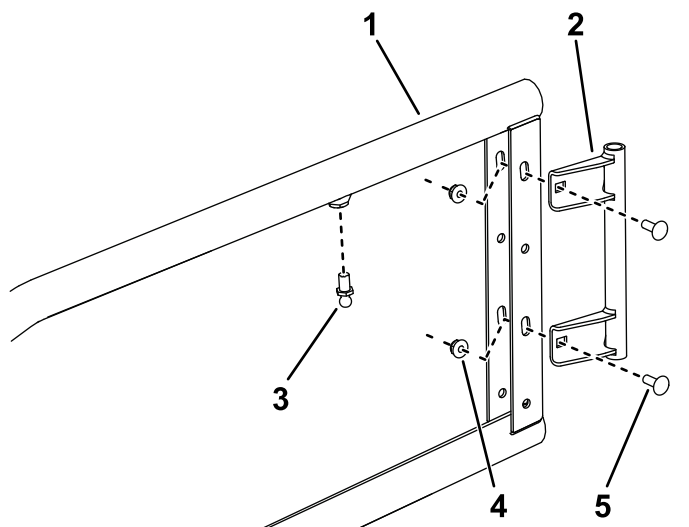

図 3
1. 図3のように、キャリッジボルト 2 本とロックナットを使用して、ドアピボットをドアフレームのスロットに仮止めする。
2. 図3のようにドアフレームにスタッドを取り付け、 $10\ 12\ \text{N}\cdot\text{m}$   $1.04\text{-}1.27\ \text{kg}\cdot\text{m}$   $= 90\ 110\ \text{in}\cdot\text{lb}$  にトルク締めする。